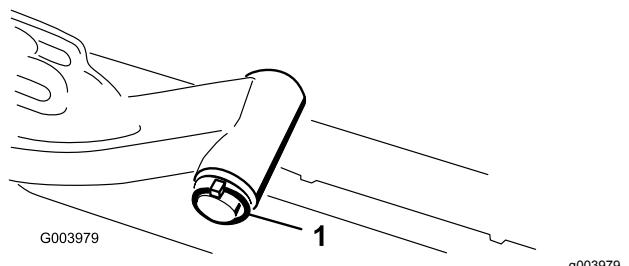

Рисунок 12
поворота с подъемного рычага (Рисунок 12).
- C. Вставьте ось подъемного рычага в подъемный рычаг и зафиксируйте шайбой и шплинтом (Рисунок 12).